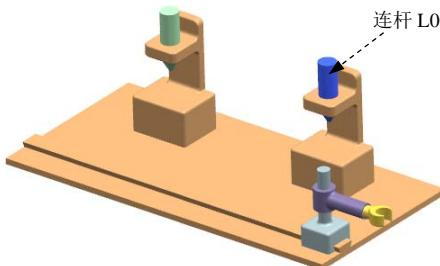

图 10.3.6 定义连杆 L005
(5) 定义连杆 L005。选取图 10.3.6 所示的零件为连杆 L005，在“连杆”对话框中单击 **应用** 按钮。